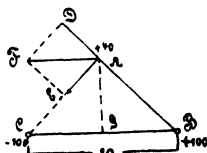

Fig. 44.
125. Wie gestaltet sich das Resultat der vorigen Aufgabe, wenn A senkrecht über der Mitte von CB im Abstände von 10 [12] (18) cm sich befindet? (Fig. 44.)